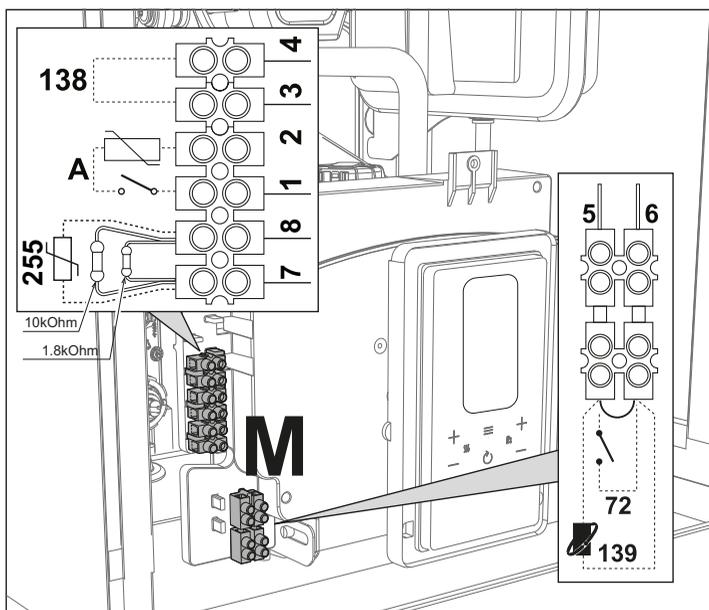

fig. 28
Tras quitar el panel frontal (*** 'Apertura del panel frontal' on page 98 ***), es posible acceder a las regletas de conexión (M) y al fusible (F) según las indicaciones siguientes (e fig. 28). **Los bornes indicados en la deben tener contactos secos (no 230V).** La posición de los bornes para las diferentes conexiones también se ilustra en el esquema eléctrico de la fig. 64.
Configuración del interruptor ON/OFF (A fig. 28)